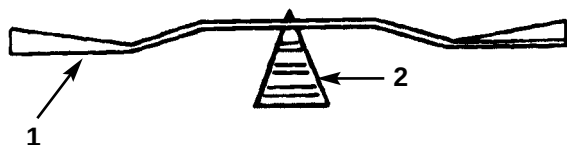

Fig. 37
2. Kontrollér knivens balance ved at anbringe den på en knivbalanceanordning (fig. 37). Hvis kniven forbliver i vandret stilling, er kniven afbalanceret og kan anvendes. Hvis kniven ikke er afbalanceret, skal der files noget metal af knivens bagside. Gentag denne fremgangsmåde, til kniven er afbalanceret.